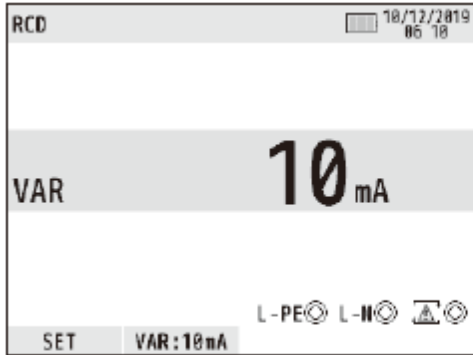

Figure 11-8
(6) Appuyez sur F1 et F3 pour sélectionner le mode de mesure et le type de DDR.
(7) Appuyez sur F2 pour sélectionner "VAR"
(8) L'écran LCD affiche la valeur actuelle pendant 2 secondes. (Fig. 11-8). Appuyez sur le commutateur F1 (SET) pendant ces 2 sec. (Si 2 sec ou plus s'écoulent sans que le commutateur soit enfoncé, appuyez de nouveau sur le commutateur F2 pour afficher de nouveau l'écran Fig. 11-8).